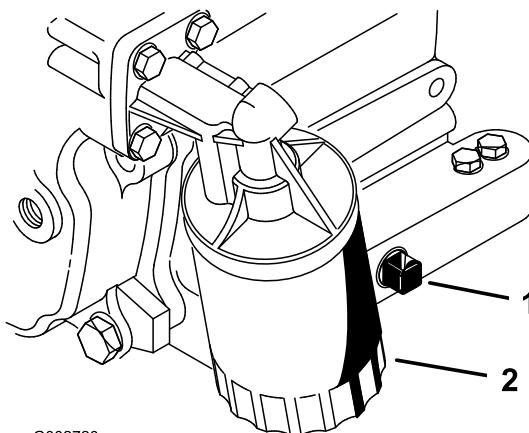

図 25
- ドレンプラグ(図25)を外してオイルを容器に受ける。オイルが抜けたらドレンプラグを取り付ける。
- オイルフィルタを外す(図25)。